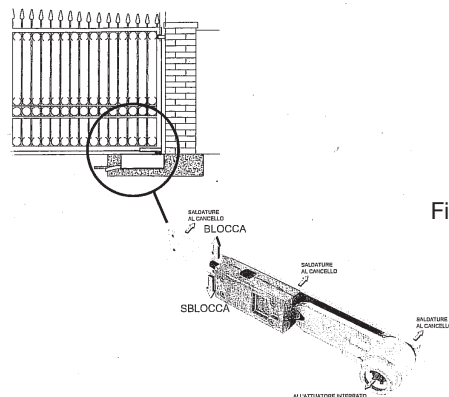

Fig. 6
3. Spostare la leva (Fig. 6).
3. Den Hebel verstellen (Abb. 6).
3. Move the lever (Fig. 6).
3. Desplazar la palanca (Fig. 6).
3. Déplacer le levier (Fig. 6).
3. Remover a alavanca (Fig. 6).
- In caso di mancata alimentazione di rete, la batteria tampone garantisce per un periodo limitato il funzionamento dell'automazione. In caso di batteria scarica o mancante, sbloccare manualmente l'attuatore (togliere il tappo in plastica, inserire la leva e ruotandola di 90°, vedi Fig. 6, sbloccare l'anta e con una lieve pressione si apre). Una volta ristabilita l'alimentazione la scheda elettronica provvederà a ricaricare la batteria tampone.
- In case of mains failure, the back-up battery ensures the automatic gate system operation for a limited period of time. When there is no battery or the same is flat, release the actuator manually (remove the plastic cap, insert the lever and turn it 90° (see fig. 6), release the door and open it with a light pressing). Once the supply voltage has been reestablished, the electronic circuit board will provide to charge the back-up battery.